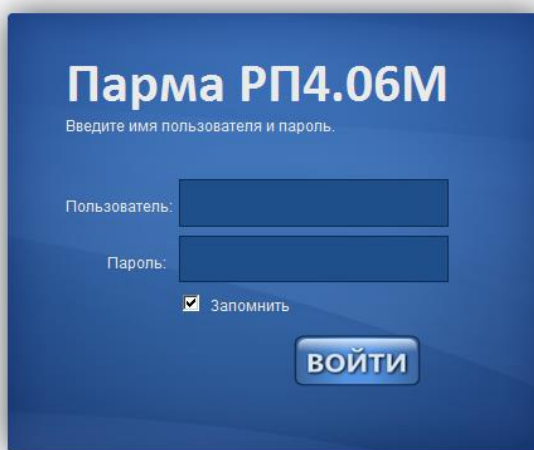

Рисунок 26 Авторизация на web-сервере
7.3.2.2 Далее ввести имя пользователя и пароль, рисунок 26.